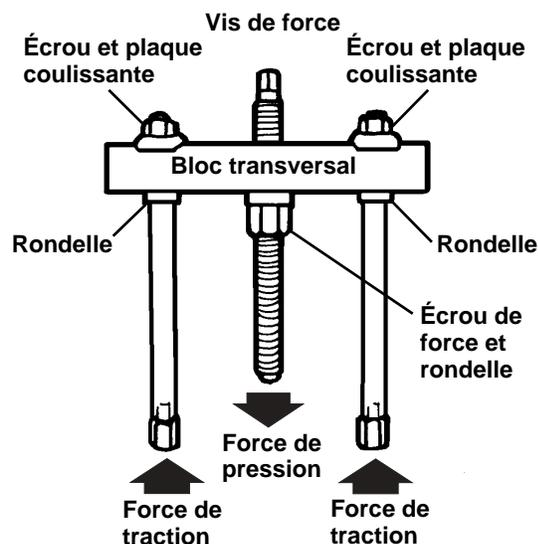

Figure 1
- Insérez la vis de force dans le bloc transversal en installant l'écrou de force et la rondelle **en dessous** du bloc. Voir figure 1.
- Glissez une griffe à chaque extrémité du bloc transversal en installant les plaques coulissantes et les écrous **au-dessus** du bloc et les rondelles **en dessous**. Voir figure 1.